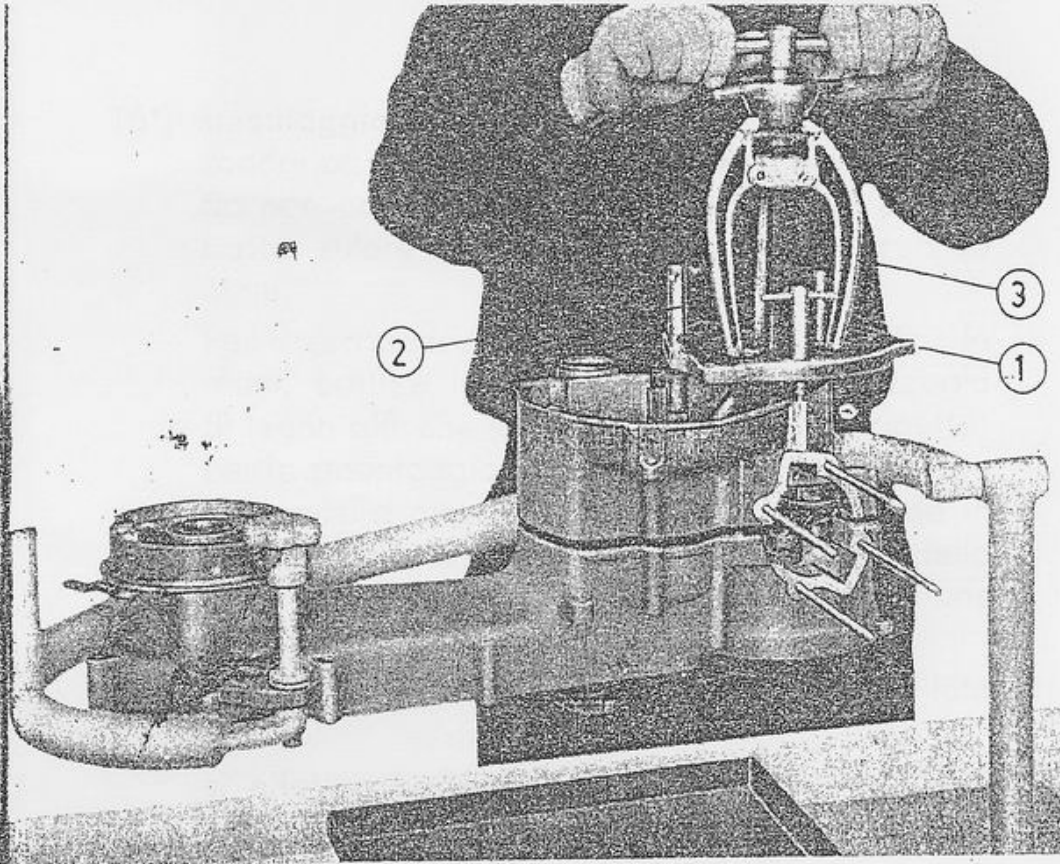

Fig. 8 - Apertura semicartters.
- b) applicare la speciale piastra (fig. 8-punto 1) e fissarla ai fori filettati del semicarter mediante le speciali viti (fig. 8-punto 2) fornite con la piastra stessa.
Per l'operazione, servirsi di un normale estrattore a tre griffe (fig. 8-punto 3).